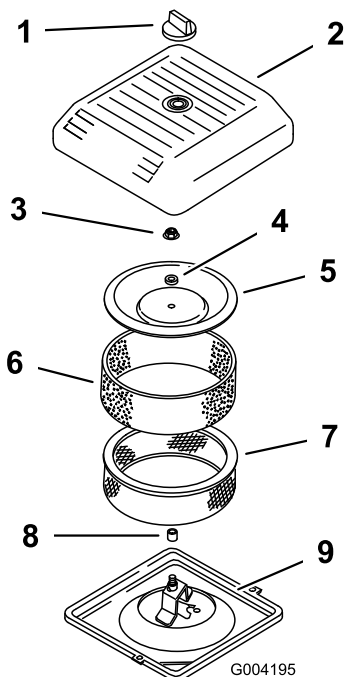

Figura 15
2. Svitare la manopola e togliete il coperchio del filtro dell'aria (Figura 15).
3. Fate scorrere attentamente il prefiltro in schiuma sintetica fuori dall'elemento di carta (Figura 15).
4. Svitare il dado del coperchio e togliete il coperchio, il distanziale e il filtro di carta (Figura 15).
2. Montate il gruppo filtro dell'aria sulla relativa base (Figura 15).
3. Montate il coperchio, il distanziale e fissatelo con il dado del coperchio (Figura 15). Serrate il dado ad una coppia di 10,7 Nm.
4. Montate il coperchio del filtro dell'aria e fissatelo con la manopola (Figura 15).